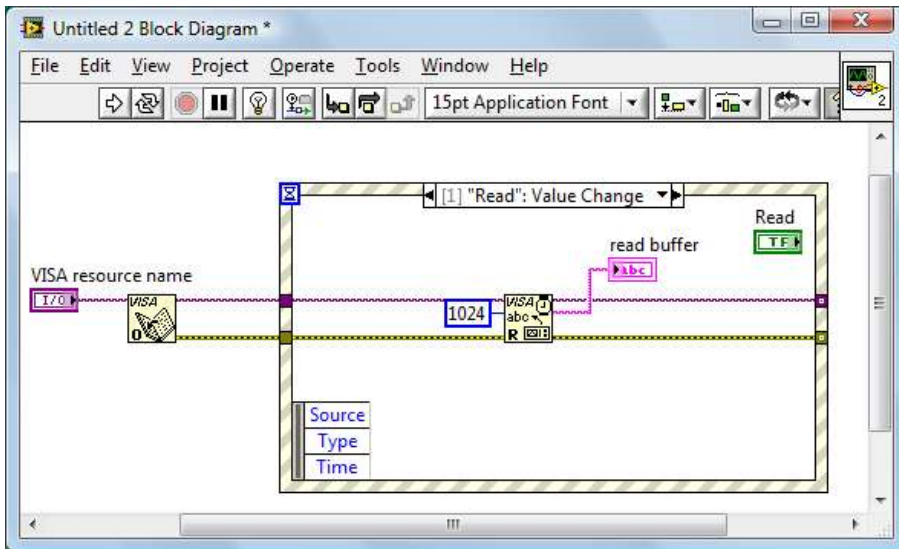

图 4-3-4
- 13.连线 error 接线端，连线 VISA resource name 接线端。如图 4-3-4 所示。